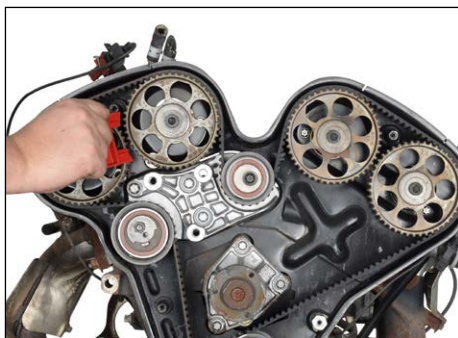
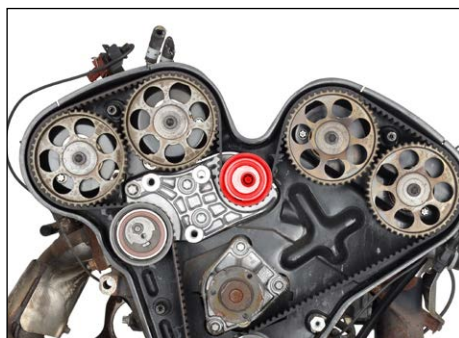

Abb. 5
Abb. 7
3. Utaknite alat za fiksiranje bregastog vratila, originalna oprema (KM-800-1), crveni s oznakom „Top“ prema gore između zupčanika bregastog vratila „1“ i „2“ (Abb. 5 und 6). Ako se alat za fiksiranje ne može umetnuti, otpustite gornji skretni valjak zupčastog remena (Abb. 7) i okrenite ekscentar steznim ključem MKM-6038 ili kliještima za pumpu za vodu dok ne budete mogli umetnuti alat.